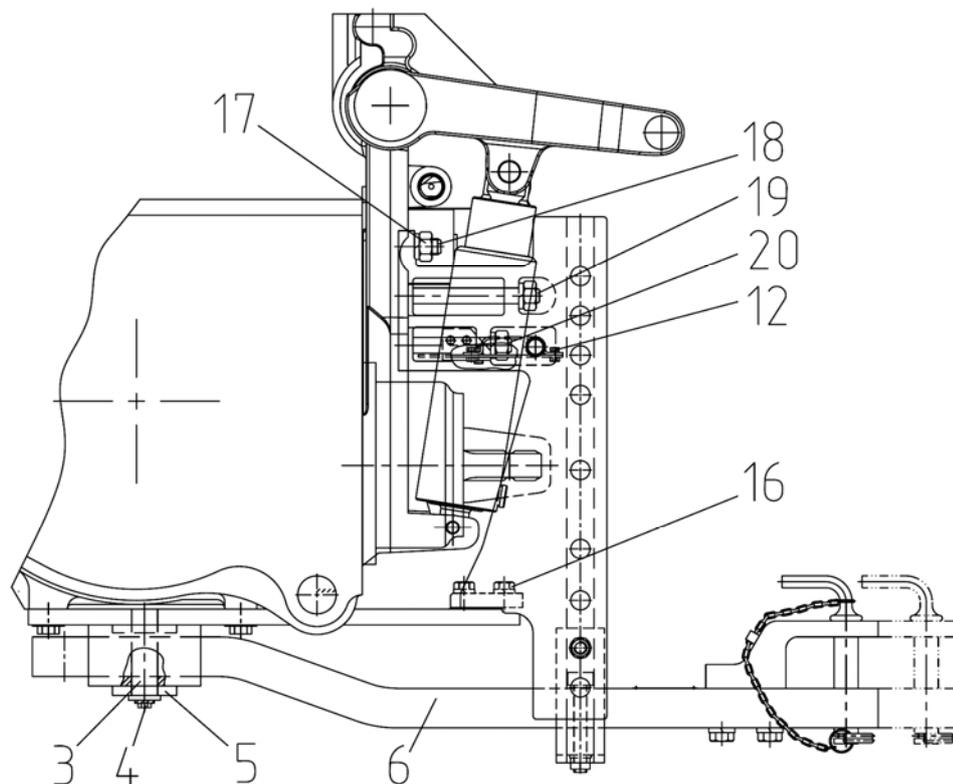

Рисунок 8.22
- 2) вытащите палец, предварительно отвернув болты (4) и сняв пластину (5) (рисунок 8.22)
- 3) сместите тягу (6) (рисунок 8.22);
1) шпильки (18), (19) и (20) (рисунок 8.22) вворачивайте резьбовой частью с тугй резьбой в корпус заднего моста – у нормальной резьбы, с противоположной стороны – фаска увеличена;